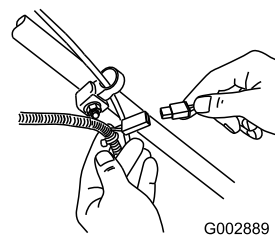

Рисунок 40
1. Подсоедините зарядное устройство к жгуту проводки газонокосилки, расположенному под ключом зажигания (Рисунок 40).